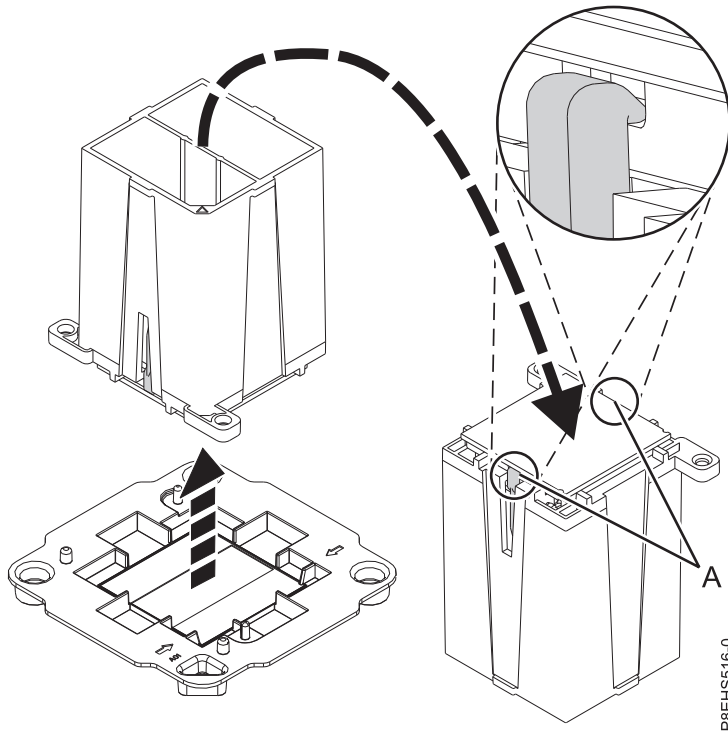

Figure 98. Préparation à l'installation du module processeur système
- b. Vérifiez que les deux pinces (A) agrippent fermement le module processeur système, comme illustré dans la figure 98.